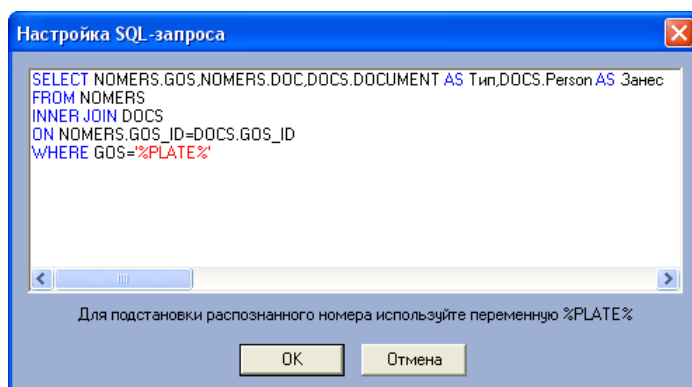

Рис. 7.6—13. Ввод SQL-запроса
6. Ввести SQL-запрос для извлечения (SELECT) требуемых данных из таблицы, содержащей номера транспортных средств, а также из связанных с ней таблиц (см. Рис. 7.6—13). Для подстановки распознанного номера следует использовать переменную %PLATE%.